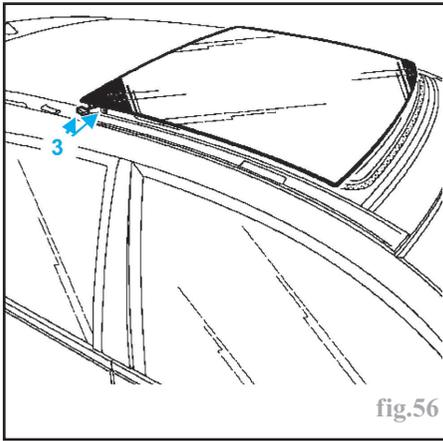

fig.56
- Glisser le panneau mobile vers l'arrière du véhicule pour extraire les patins guides (3) (fig.56).